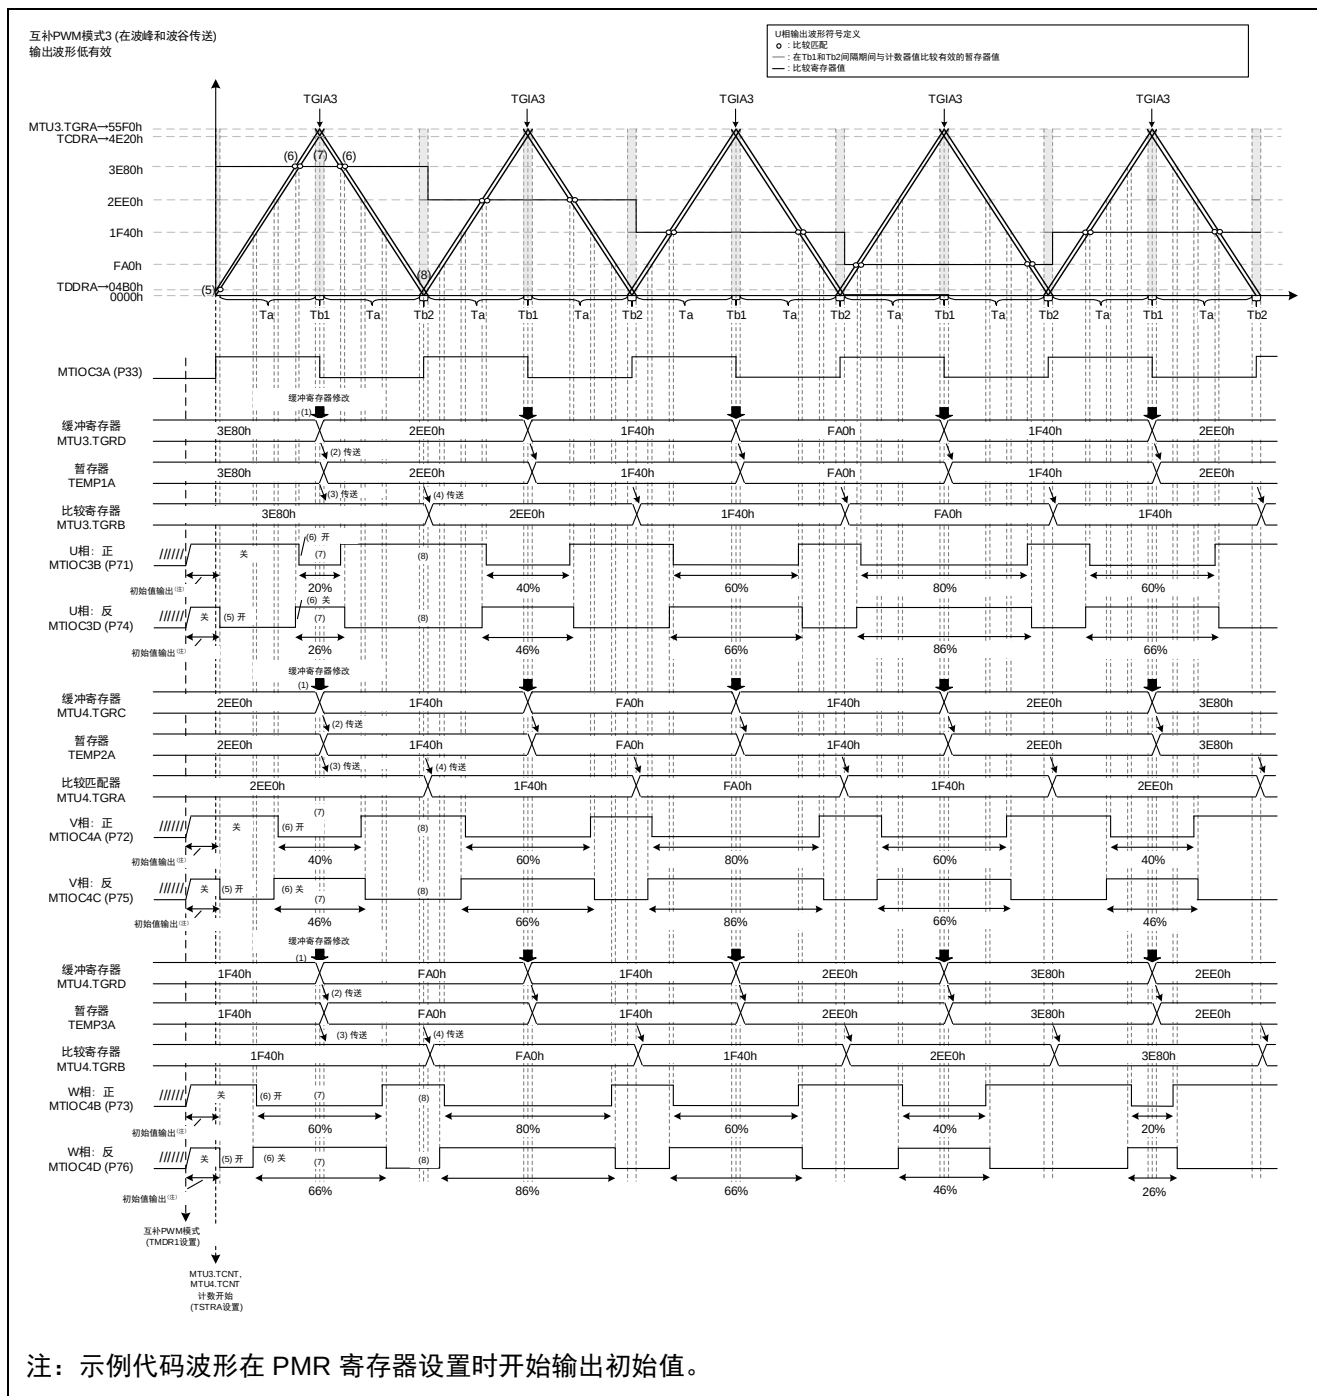

图 3.62 示例代码运行
— 有关缓冲寄存器初始值的详细信息，请参考图 3.62
— 关于占空比改变的时间的详细信息，请参考图 3.62
示例代码的运行如图 3.62 所示。通过在设置为 MTU3.TCNT 上限值的 MTU3.TGRA 寄存器的比较匹配中断 (TGIA3) 处修改缓冲寄存器 (MTU3.TGRD, MTU4.TGRC 和 MTU4.TGRD) 的值, 可以在每个周期改变占空比的设置 (图 3.62 中 (1))。
在缓冲寄存器修改结束时写入 MTU4.TGRD 可以使能从缓冲寄存器到暂存器的数据传送。当在 Ta 间隔内写入 MTU4.TGRD 时, 写入缓冲寄存器的数据立即传送到暂存器, 但是在本示例代码中, MTU4.TGRD 是在 Tb1 间隔内写入, 因此在 Tb1 间隔结束后数据会传送到暂存器 (图 3.62 中 (2))。
由于此示例代码使用互补 PWM 模式 3 进行波峰波谷传送, 比较寄存器通过在 Tb1 间隔结束时 (图 3.62 中 (3)) 和 Tb2 间隔结束时 (图 3.62 中 (4)) 从暂存器传送来更新数据。
根据 TOCR2A 的 OLS1P, OLS1N, OLS2P, OLS2N, OLS3P 和 OLS3N 位的设置, 正相和反相的输出初始值均为 OFF。在 MTU3.TMDR1 中设置互补 PWM 模式后, 输出继续直到 MTU4.TCNT 大于 TDDRA 寄存器的值 (图 3.62 中 (5))。
1. Ta 间隔内发生比较寄存器和计数器寄存器之间的比较匹配, 反相输出 OFF, 然后正相输出 ON (图 3.62 中 (6))。
2. Tb1 间隔内使能比较寄存器和暂存器, 但是因为与计数器寄存器的比较匹配没有发生, 波形不会改变 (图 3.62 中 (7))。
3. Tb2 间隔内使能比较寄存器和暂存器, 但是因为与计数器寄存器的比较匹配没有发生, 波形不会改变 (图 3.62 中 (8))。